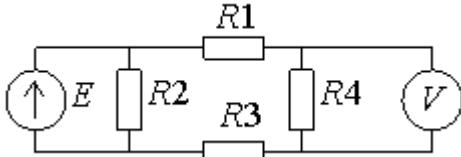

Рис. 1
21. Выразите абсолютную погрешность взаимодействия для представленной ниже схемы (рис.1) через сопротивления резисторов R_1, R_2, R_3, R_4 , показание вольтметра U и его сопротивление R_V .